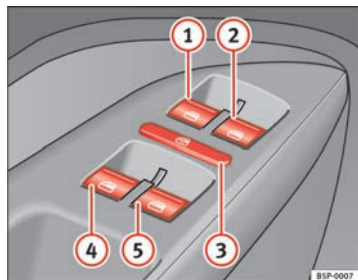

Fig. 68 Detalle de la puerta del conductor: mandos para las ventanillas delanteras y traseras
Las teclas ⇒ página 111, fig. 68 ① y ② tienen dos posiciones para la apertura de las ventanillas y otras dos para el cierre. De este modo es más fácil controlar las operaciones de apertura y cierre.